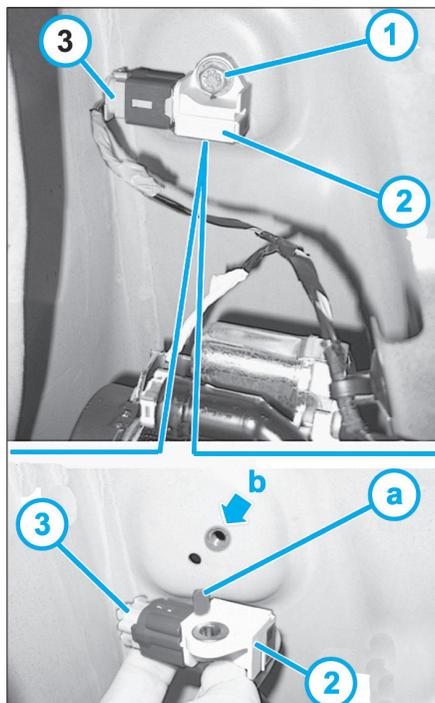

Fig. 16
- Déposer la vis (1) (Fig.16).
- Sortir le capteur de collision d'airbag latéral (2).